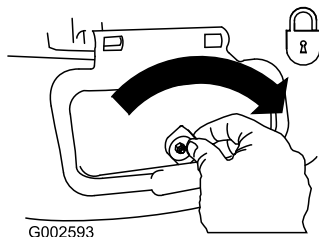

**Figura 32**
3. Montate il condotto di scarico laterale e chiudete lo sportello sul condotto (Figura 32).